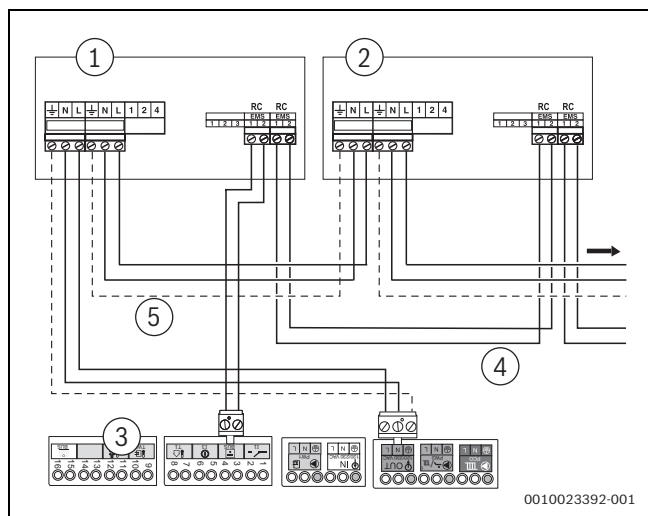

Bild 54 Anschluss mehrerer Funktionsmodule
- EMS-Busanschluss des ersten Moduls für das zweite Modul verwenden. Hierzu das mit dem Modul mitgelieferte Kabel verwenden (→ Bild 54, [4]).